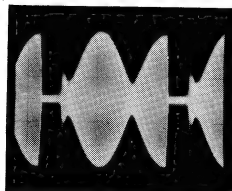

Abb. 71
Oszillograf an Mp. ③ (R—Y). Mit L 282/3/4 Doppelkonturen zur Deckung bringen (Abb. 71 und 72).